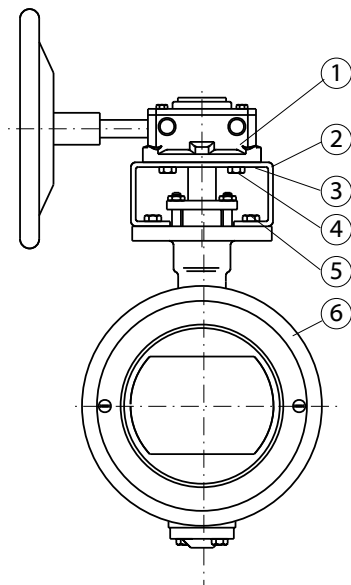

Fig.4-2
Consulte la (→ Fig. 4-2) para la identificación de los componentes; consulte también las instrucciones de la válvula para los requisitos específicos de la posición cerrada de la válvula.
Consulte la (→ Fig. 4-2) para la identificación de los componentes.
2. Retire los cuatro tornillos de montaje (→ Fig. 4-2/4), y las arandelas de presión (→ Fig. 4-2/3).
1. Ponga el engranaje (→ Fig. 4-2/1) y la válvula (→ Fig. 4-2/6) en la posición cerrada.
2. Coloque el soporte de montaje (→ Fig. 4-2/2) en la válvula (→ Fig. 4-2/6), y apriete los pernos (→ Fig. 4-2/5).
4. Apriete los pernos (→ Fig. 4-2/4).